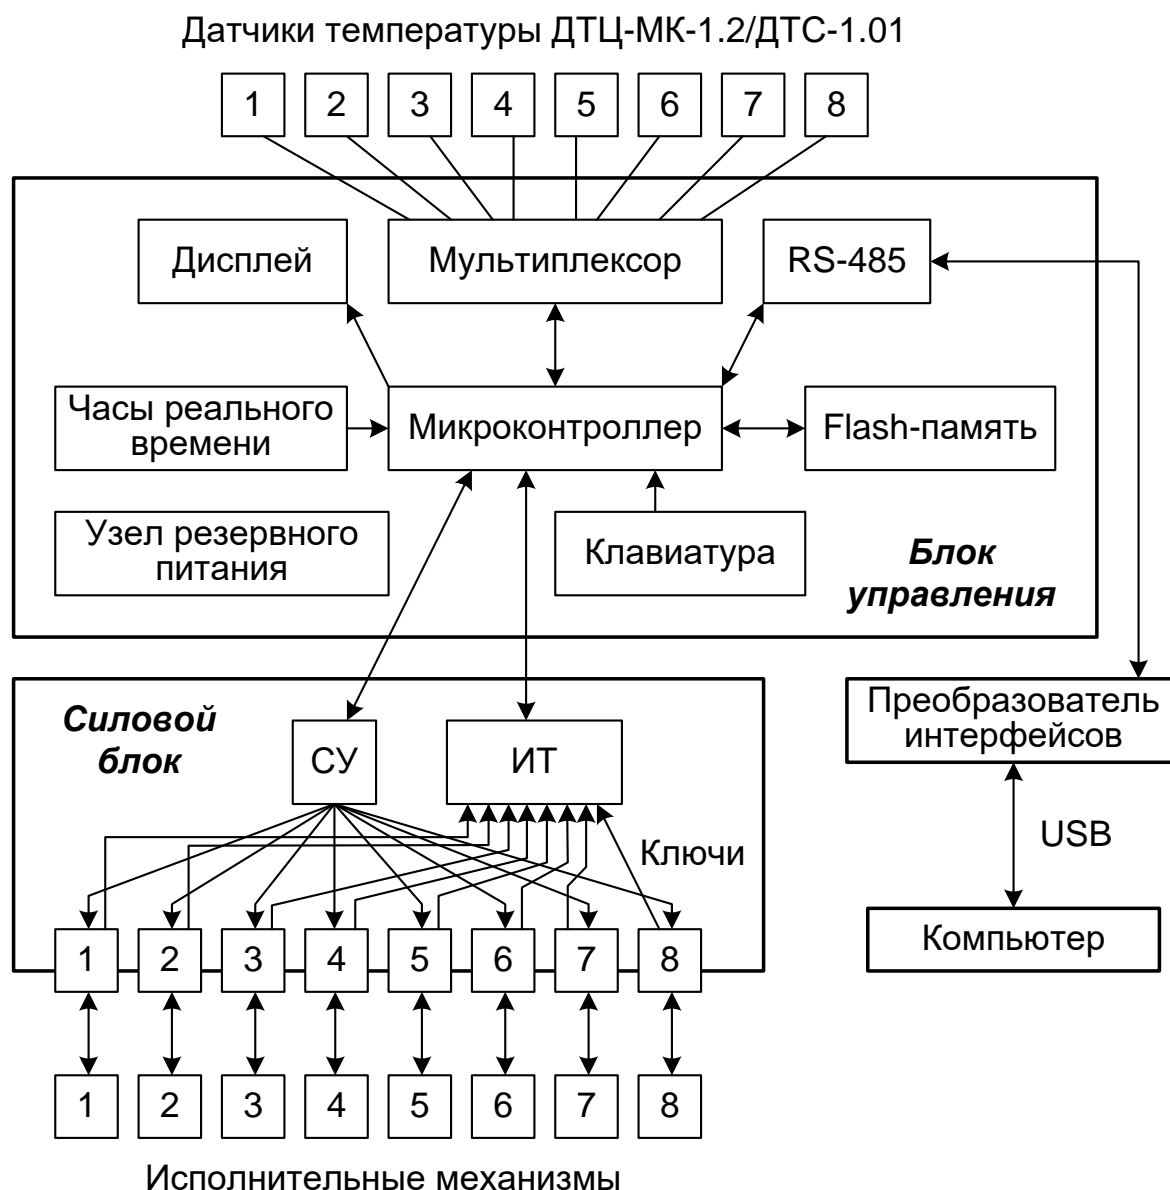

Рисунок 1 – Структурная схема регулятора «РТМ-5»
4.3.1 Структурная схема регулятора температуры «РТМ – 5» приведена на рис. 1. Дополнительно к основным составным частям регулятора в его состав может входить блок вентиляции\*.